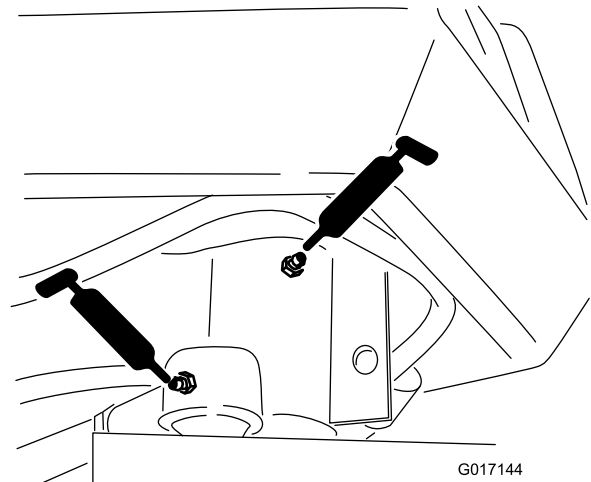

Bild 31
- Lenkgabelwelle (1) (Bild 31)
- Ende der Lenkzylinderstange (Bild 31)